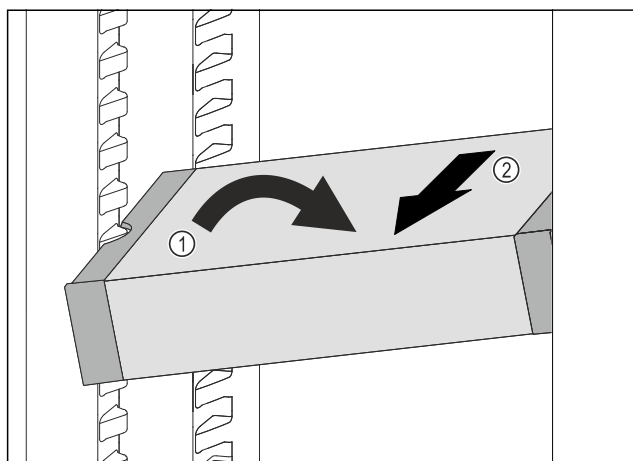

Fig. 86
- Poziționați oblic VarioSafe în frigider. Fig. 86 (1)
- Extrageți VarioSafe spre înainte. Fig. 86 (2)